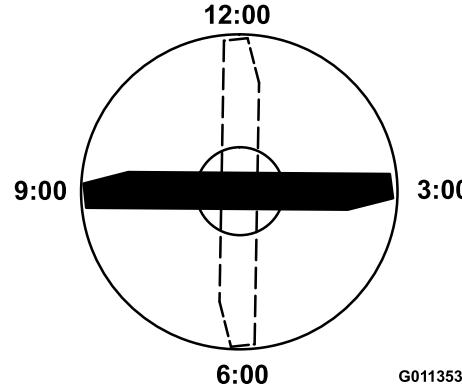

Рисунок 63
4. Установите режущую кромку помеченного конца ножа в положение «12 часов» (прямо в направлении скашивания) (Рисунок 63) и измерьте высоту от стола до режущей кромки ножа.
5. Поверните помеченный конец ножа в положения «3 часа» и «9 часов» (Рисунок 63) и измерьте высоту в каждом из этих положений.